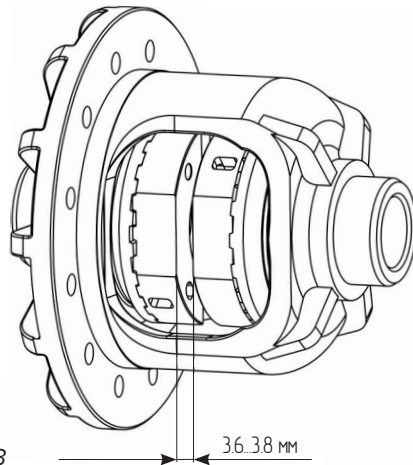

Рис. 3
14. Используя набор плоских щупов, измерьте зазор между муфтами как показано на **Рис.3**. Зазор должен составлять от 3,6 до 3,8 мм.